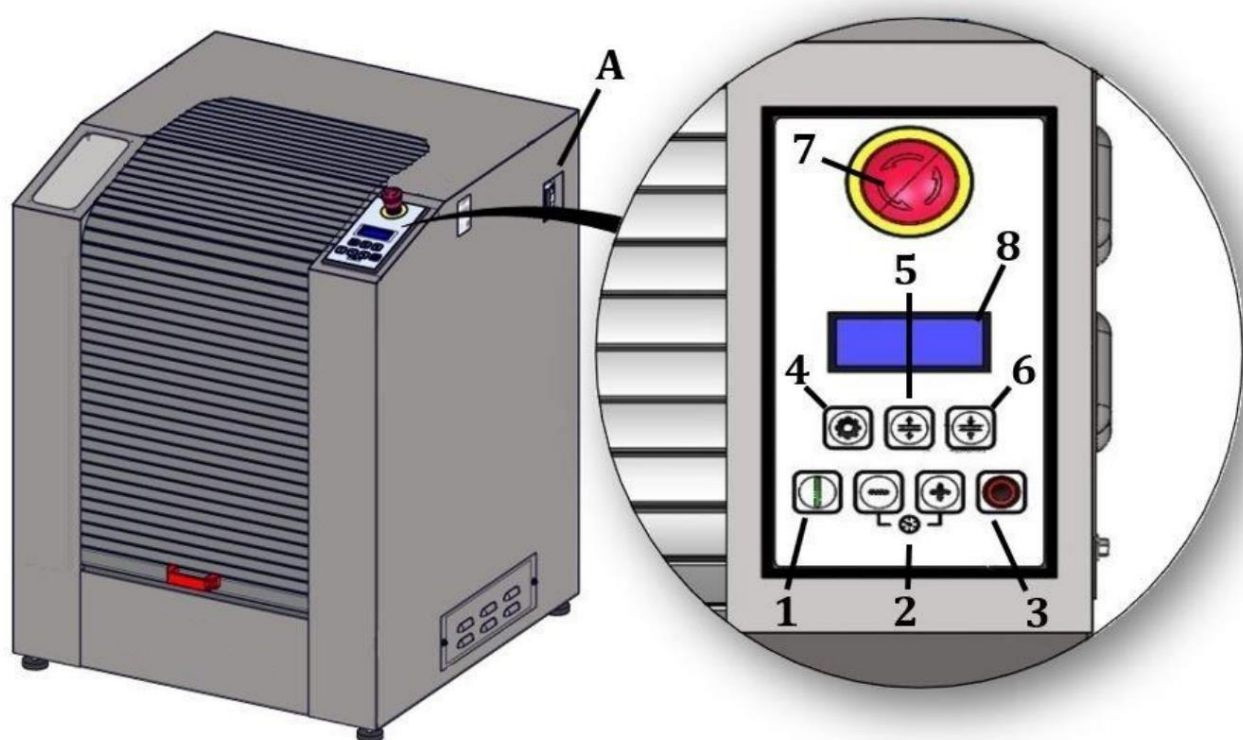

Figura 16: Painel de comandos
Além do interruptor geral I/O localizado ao lado da máquina (A) e o botão de emergência de cogumelo vermelho (7), no painel de controlo estão todas as teclas necessárias para operar a mesma (Figura 16).